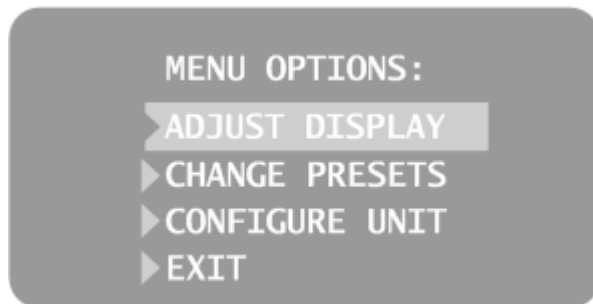

Figura 3
1. Para ingresar al modo 'Configuración del sistema', oprima los botones de selección 'Selección de diente' y 'Tamaño del paciente' del panel del operador en forma simultánea durante 5 segundos. La pantalla muestra el menú principal de configuración del sistema, como se muestra en Figura 3, y el indicador 'Preparado' destella.
1. En el menú principal de configuración del sistema, que se muestra en Figura 3, seleccione 'AJUSTE DE PANTALLA' ('ADJUST DISPLAY'). Verá el menú 'OPCIONES DE PANTALLA' ('DISPLAY OPTIONS'), que se muestra en Figura 4.
2. Al seleccionar 'SALIR' ('EXIT'), la pantalla vuelve al menú principal de configuración del sistema, que se muestra en Figura 3.
1. En el menú principal de configuración del sistema, que se muestra en Figura 3, seleccione 'CAMBIO DE PRESELECCIONES' ('CHANGE PRESETS'). Verá el menú 'OPCIONES DE PRESELECCIÓN' ('PRESET OPTIONS'), que se muestra en Figura 5.